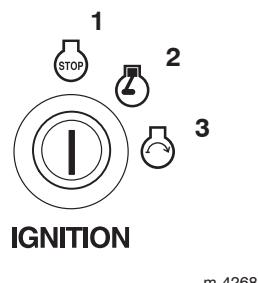

Figure 14
6. Tournez la clé de contact en position de Démarrage pour activer le démarreur. Relâchez-la quand le moteur démarre (Fig. 14).
- Laissez tourner le moteur pendant 60 secondes (Fig. 14).
- Tournez la clé de contact en position Contact coupé (Fig. 14).